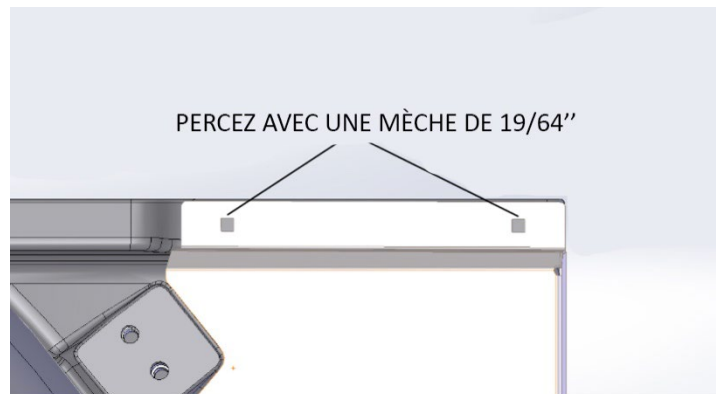

Figure 3 – Emplacements des trous d'installation
- Trous d'installation : Mèche de 19/64" ou 5/16" (voir figure 3).